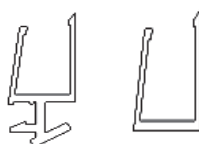

Рис. 2
2. Отрезать ножом или оторвать наличник от откосного капиноса по продольному шву (рис. 2).